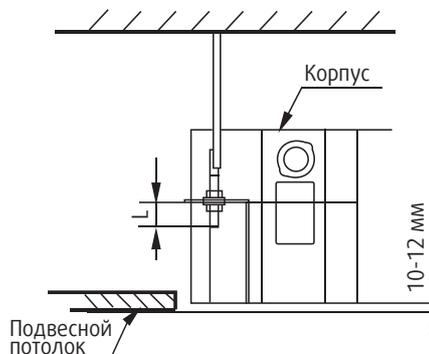

Рис. 4-1
4.1. Выбор места установки (рис. 4-1, 4-2, 4-3 и табл. 4-1)
- Отрегулируйте расположение блока, убедившись в том, что расстояния между корпусом блока и потолочной конструкцией одинаково по всему периметру корпуса блока. Нижняя поверхность корпуса блока должна быть утоплена в потолочную поверхность на 10-12 мм (рис. 4-1).
- Для удобства монтажа, длина L – должна быть не меньше, чем половина длины загиба монтажного крюка (рис. 4-1).